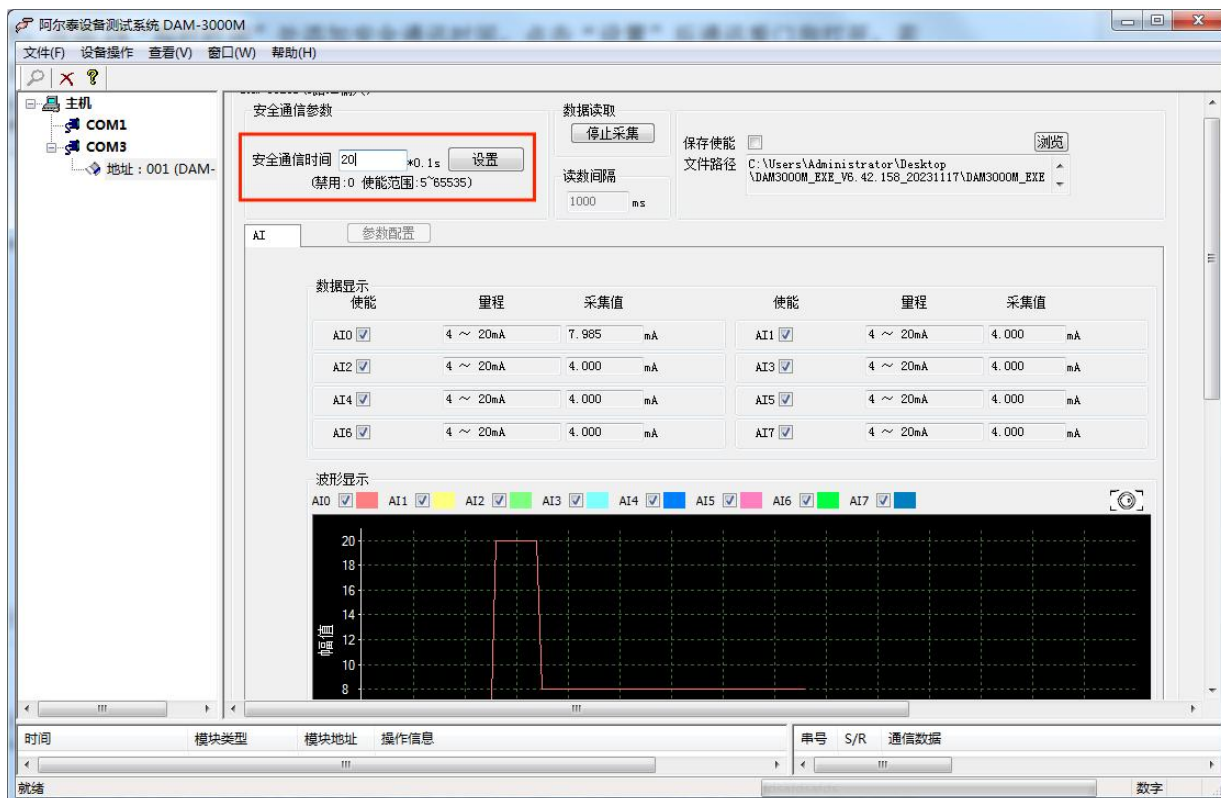

图 19
1) 看门狗操作：在图 19 “超时时间”处添加安全通讯时间，点击“设置”后通讯看门狗打开，若超过通讯接收时间未接收到数据，系统复位，LED 灯会根据定时时间闪烁。